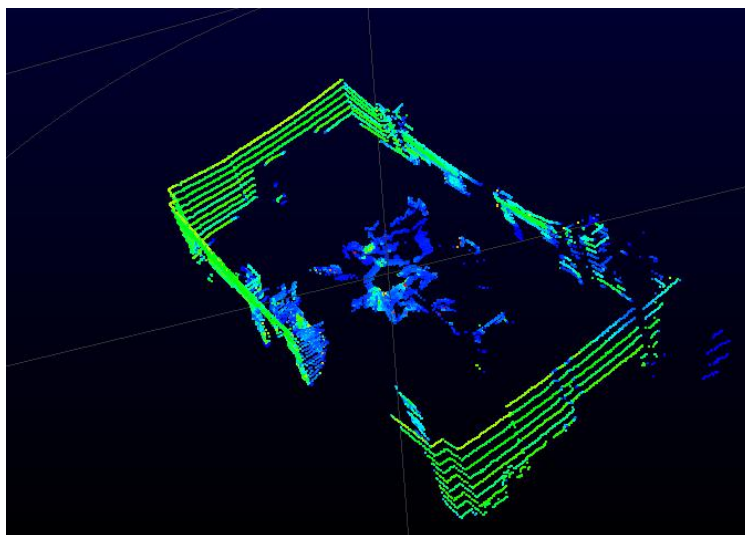

图 C-3
5. RSView 开始显示实时采集到数据(图 C-3)。可以通过点击 **Play** 按钮暂停，再点击一次可以继续显示。